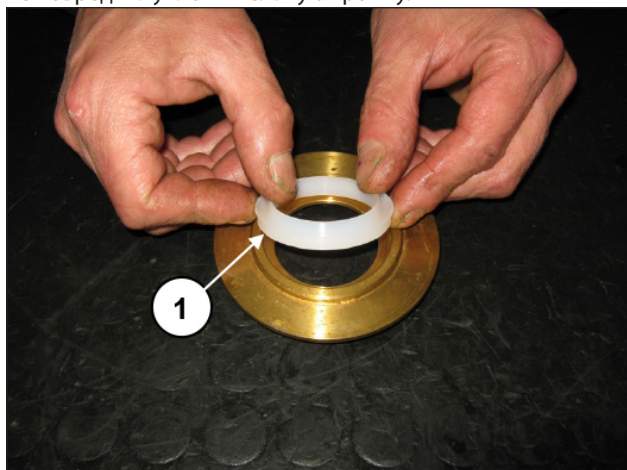

Рис. 121
Откалибруйте винты с помощью динамометрического ключа, как указано в пар. 3 “МОМЕНТЫ ЗАТЯЖКИ ВИНТОВ”. Монтируйте маслосъемное кольцо на держатель (поз. ①, Рис. 121), применяя при необходимости калибр и стараясь не повредить уплотнительную кромку.